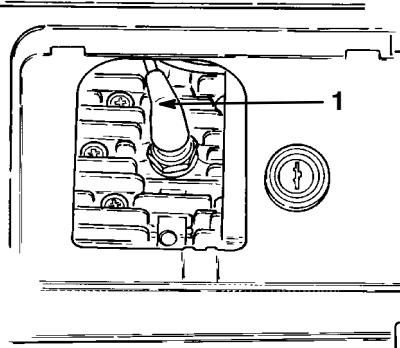

Figure 13
5. Débranchez la bougie (Fig. 13).
4. Débranchez et déposez la bougie (Fig. 13).